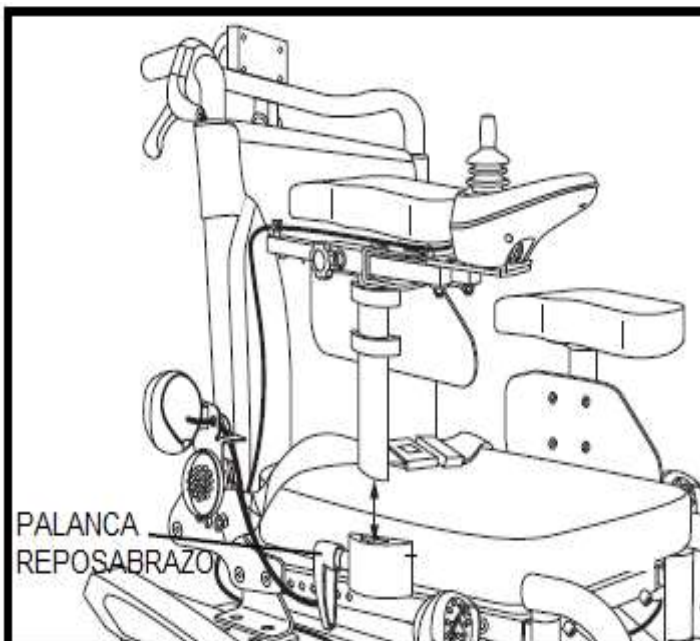

Figura 12. Extraer/instalar reposabrazos
1. Afloje la palanca del reposabrazos. Ver figura 12.
1. Coloque el conjunto de apoyabrazos en el receptor de reposabrazos. Ver figura 12.
1. Afloje la palanca de reposabrazos. Ver figura 12.
2. Retire el reposabrazos. Ver figura 12.